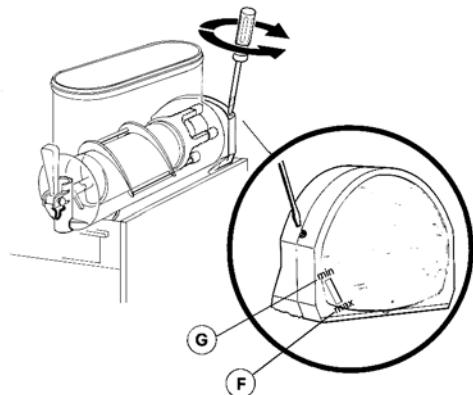

Bild 3
- Einstellung der Konsistenz:** Die optimale Konsistenz der Granita wurde werkseitig eingestellt. Soll diese Konsistenz geändert werden, mit einem Schraubenzieher die dafür an jeder der Rückwände des Dispensers vorgesehene Stellschraube wie folgt drehen (Bild 3):